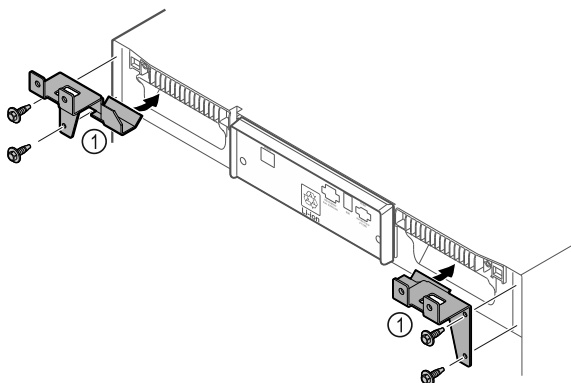

Fig. 10
- ▶ Asenna pidinosat Fig. 10 (1) kierteittäville ruuveille laitteeseen.